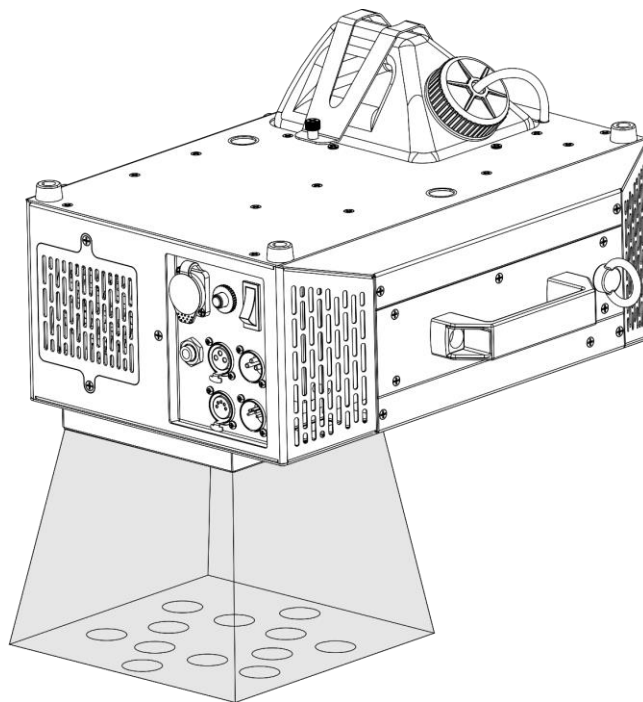

Fig. 25
- 20) Nu kunt u het apparaat ondersteboven gebruiken, zoals getoond in Fig. 25.